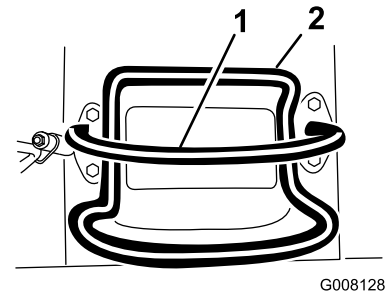
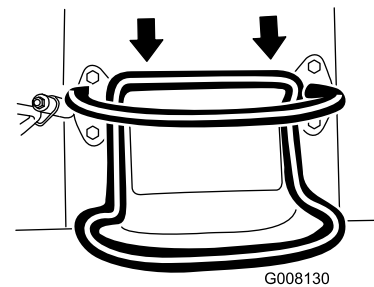

Figure 7
Figure 9
- Pour vous déplacer en marche arrière, tirez la commande de déplacement en arrière (Figure 9). Regardez derrière vous lorsque vous faites marche arrière et gardez toujours les mains sur la barre de référence (Figure 7).
- Pour arrêter la machine, relâchez la commande de déplacement (Figure 7).